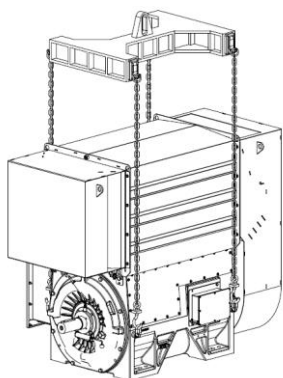

Figura 3.1: Manuseio
1. Levantar o motor conforme indicado na Figura 3.1, utilizando os 4 olhais providos para esta finalidade. Se necessário, retirar o trocador de calor para levantar o motor;